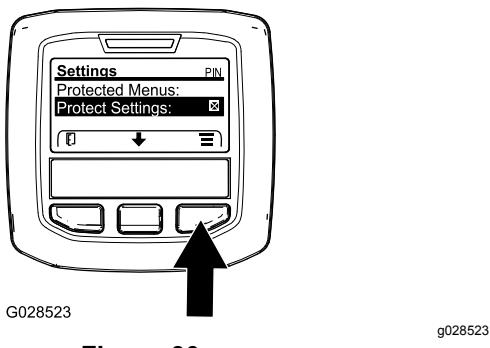

Figura 30
1. A partir do menu PRINCIPAL, utilize o botão central para ir até ao menu de DEFINIÇÕES e prima o botão direito (Figura 30).